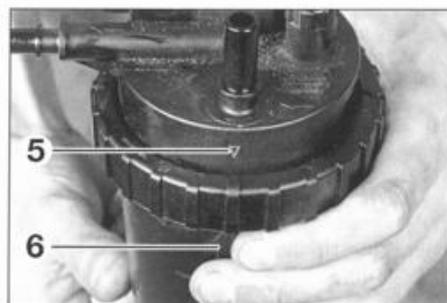

FIG. 32
- apretar y alinear la marca (5) de la carcasa con la marca (6) del cuerpo de filtro (fig. 32).